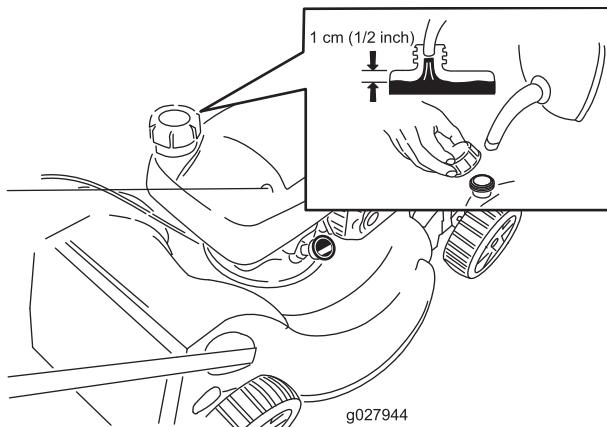

Bild 15
- Reinigen Sie den Bereich um den Tankdeckel und nehmen den Deckel ab (Bild 15).